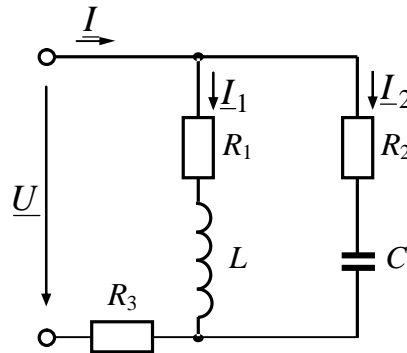

Рис. 3.22
**3.137.** Знайти напругу джерела живлення, активну, реактивну і повну потужності електричного кола змінного струму (рис. 3.22), якщо струм у колі 5 мА, а струми у вітках:  $I_1 = 4$  мА;  $I_2 = 3$  мА, активні й реактивні опори ділянки кола:  $R_1 = 6$  Ом;  $R_2 = 5$  Ом;  $R_3 = 10$  Ом;  $X_L = 8$  Ом;  $X_C = 5$  Ом.